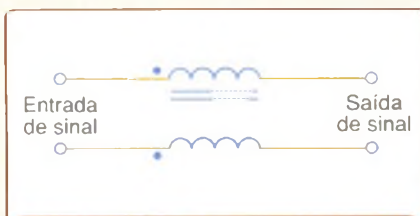

Figura 11
- Analise a possibilidade de se utilizar choques em modo comum, a exemplo do exibido na **figura 11**, de modo a cancelar sinais que possam afetar o funcionamento do circuito.